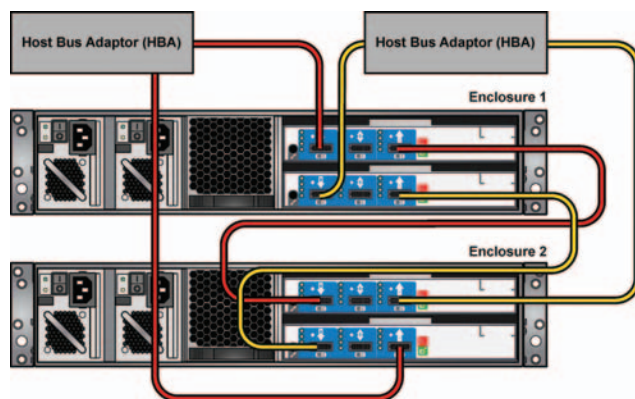

Figura 15: Sistema central duplo, Ligação dupla
1. Certifique-se de que os bloqueios anti-violação estão livres (*consulte a Figura 15*).
5. Insira cuidadosamente a chave de bloqueio anti-violação fornecida no recorte da pega e rode a chave no sentido dos ponteiros do relógio até que o indicador vermelho fique visível na abertura junto à chave (*consulte a Figura 15*).